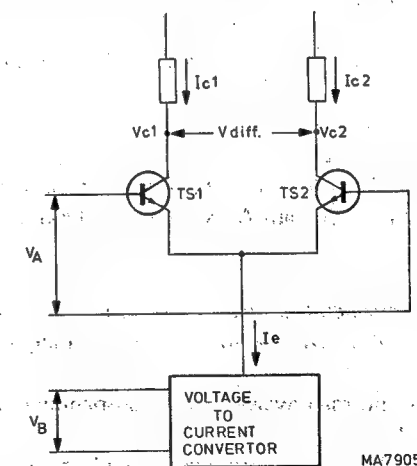
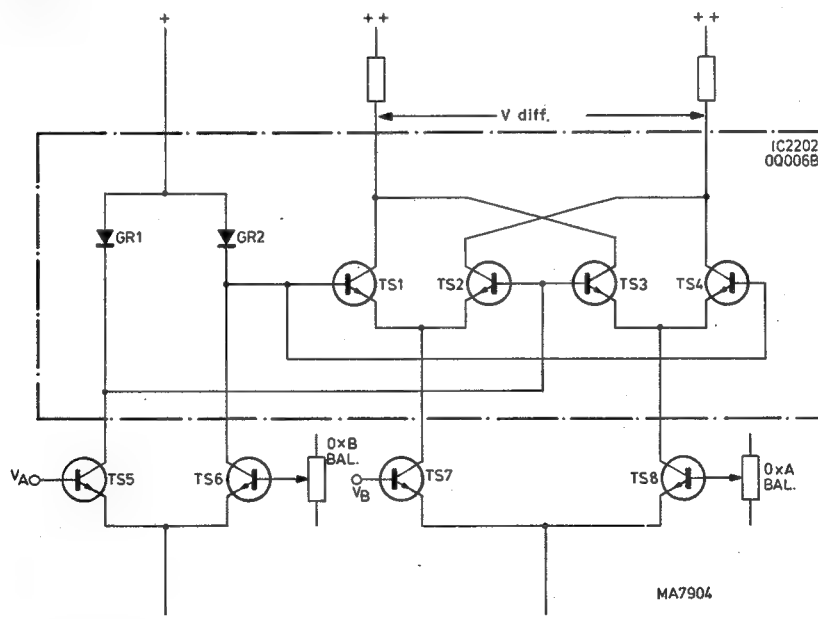

Abb. 3.1.1. Prinzipschaltung des Multiplikators
Abb. 3.1.2. Vereinfachtes Schaltbild des Multiplikators im PM 3252
Wenn zwei ausgesuchte bipolare Transistoren aus einer gemeinsamen Emitterstromquelle gespeist werden (siehe Abb. 3.1.1.), ist der differentielle Kollektorstrom proportional dem Produkt der differentiellen Eingangsspannung V_A und der Steilheit g_m :
Daraus folgt, dass die Grundsaltung von Abb. 3.1.1. multiplizieren kann.
In der Multiplikatorschaltung von Abb. 3.1.2. kann das Grundprinzip von Abb. 3.1.1. leicht wiedererkannt werden. Die wesentlichen Unterschiede zwischen den beiden Schaltungen sind:
- Das Transistorpaar von Abb. 3.1.1. wurde aufgeteilt in zwei Paare TS1/TS2 und TS3/TS4, von denen jedes mit der Hälfte einer symmetrischen Emitterstromquelle gespeist wird. Durch diese Aufteilung und das kreuzweise Anschliessen der Eingänge und der Ausgänge der beiden Transistorpaare wird das Übersprechen von einem Eingangssignal, wenn das andere Null ist, durch Symmetrierung ausgeschaltet.
- b. Die "harte" Ansteuerung von Eingang A wurde durch eine Ansteuerung über eine Diodentransistorschaltung ersetzt, die als "Stromspiegel" (current mirror) bekannt ist. Die Linearitätsfehler der Schaltung von Abb. 3.1.1. wurden mit den Dioden GR1 und GR2 reduziert, die von der symmetrischen Stromquelle TS5/TS6 gespeist werden. GR1 und GR2 sind als Dioden geschaltete Transistoren. Diese Transistoren befinden sich in demselben monolithischen Chip wie die Transistoren TS1, TS2, TS3 und TS4, damit einwandfreie Anpassung und Temperaturgleichlauf gewährleistet sind. Auf diese Weise wird eine gute Linearität in einem grossen Spannungsbereich erreicht und werden Temperatureinflüsse ausgeschaltet.